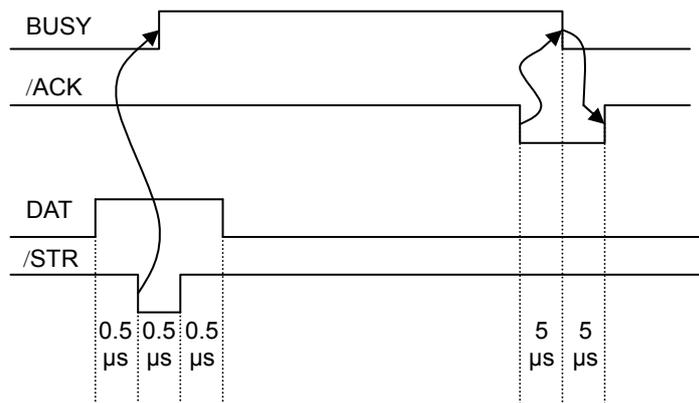

Figure 5-3 Transmisión de datos en paralelo.
(4) La secuencia de la transmisión de datos por Paralelo (Se muestra en la Figure 5-3):